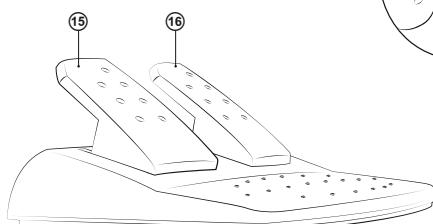

Рис. 3. Блок педалей
- Подключите к устройству блок педалей (рис. 3) с помощью встроенного в блок кабеля к разъему RJ-11 ⑬, а потом подключите само устройство кабелем USB ⑭ к свободному порту USB компьютера.